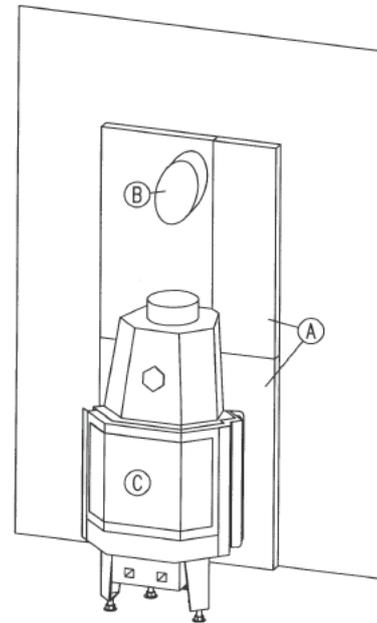

Abb. 2
- 4.3 Richten Sie die Radiante jetzt auf und stellen Sie diese an die vorgesehene Position. Prüfen Sie mit einer Wasserwaage, ob die Feuerraumtüre des Heizeinsatzes senkrecht steht. (**Abb. 2**)